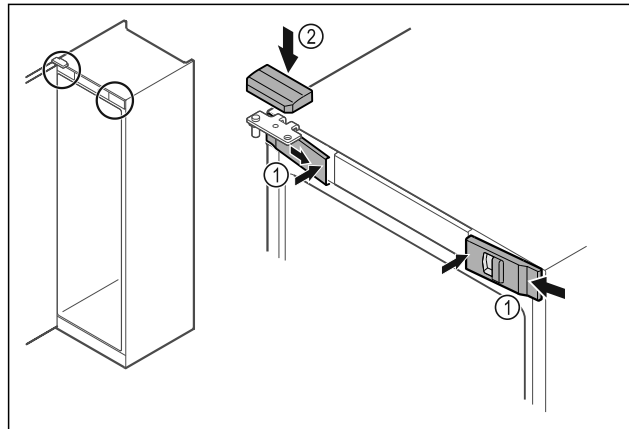

Fig. 55
- Bočno zakvačite prednje poklopce Fig. 55 (1) i uglavite ih iznutra.
- Uglavite gornji poklopac Fig. 55 (2) odozgo.